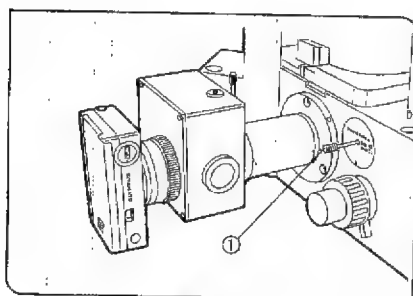

図 105
(図105, 106)
フォトフレーム①を引出すと、写真マスクが観察光路に入り、押込むと外れます。(図105)